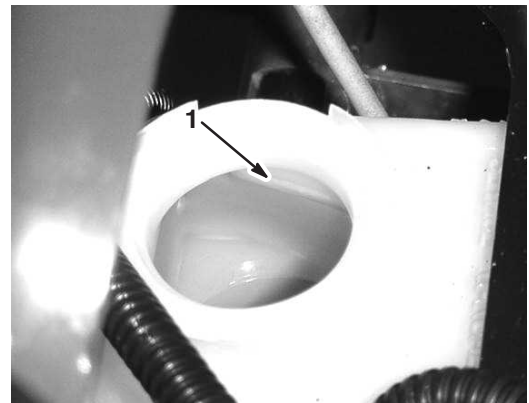

Bild 8
2. Der Flüssigkeitsstand sollte an die Vollmarke am Behälter reichen (Bild 8).